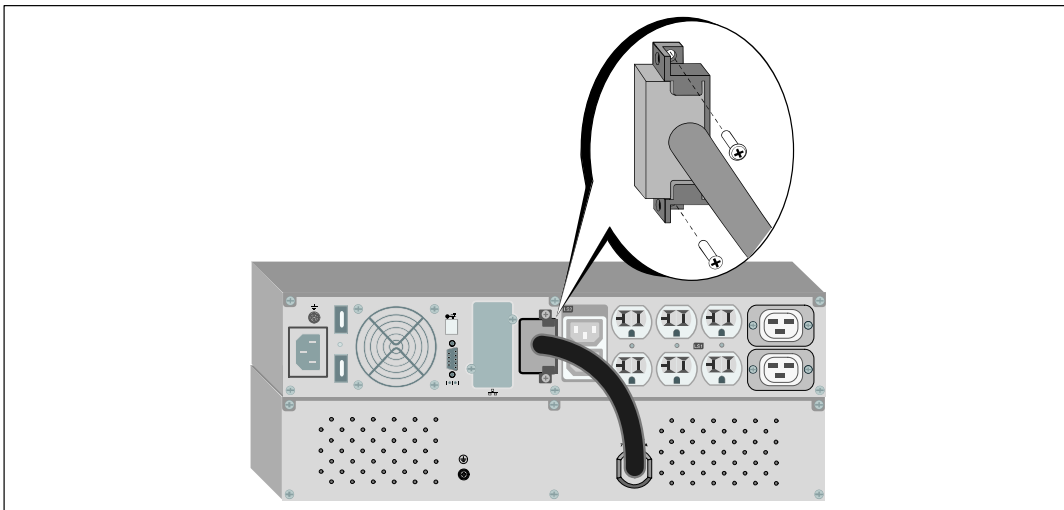

Abbildung 28. EBM-Installation nur für USV-Gerätetypen 1920–2700 W
- 3 Stecken Sie das EBM-Kabel in den USV-Batterieanschluss (siehe Abbildung 28).